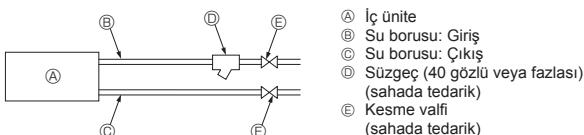

Fig. 4-5
11. Su kaynağına bağlarken lütfen [Fig. 4-5]'e bakın.